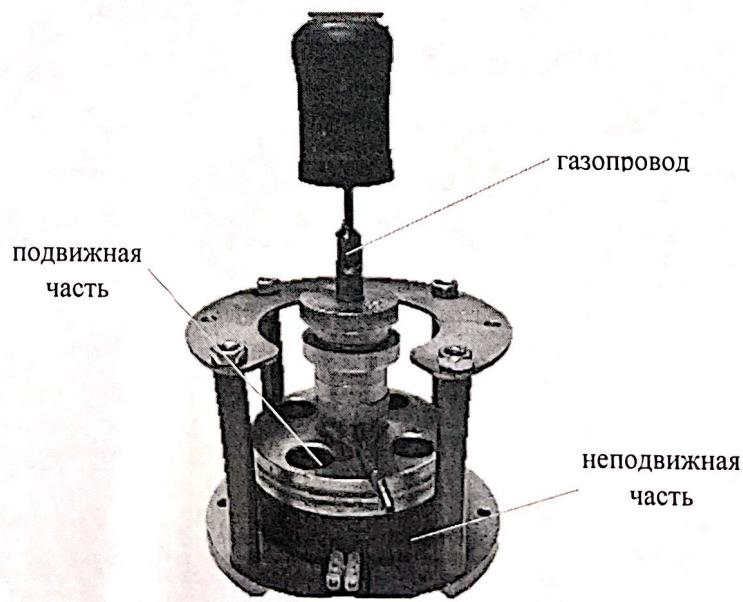

Рис. 6 Устройство дистанционного отключения генератора (УДОГ)
2.7. Устройство дистанционного отключения генератора (Рисунок 6) предназначено для отключения генератора водорода при наполнении радиозондовой/шаропилотной оболочки до необходимой подъемной силы. Конструктивно УДОГ выполнен из двух частей: подвижной и неподвижной части.